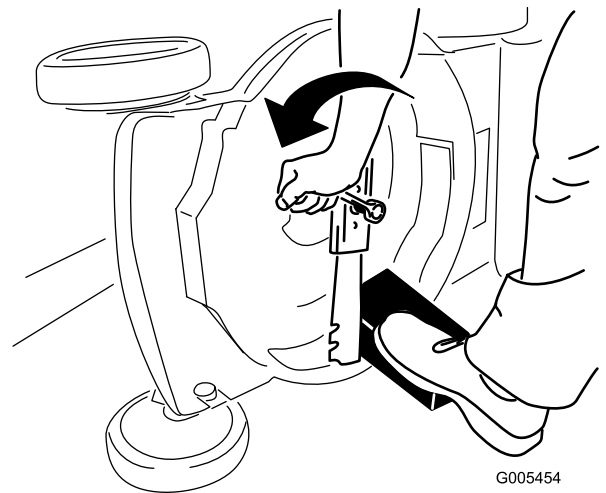

Figura 41
3. Utilice un bloque de madera para inmovilizar la cuchilla (Figura 41).
4. Retire la cuchilla, conservando todos los herrajes de montaje (Figura 41).